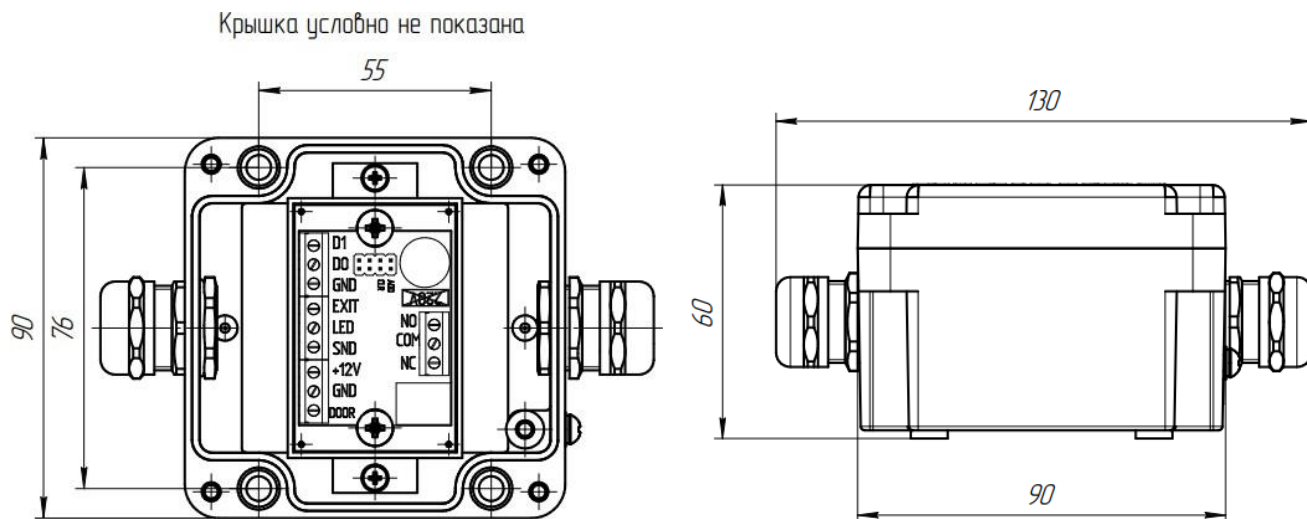

Рис.3. Габаритные и установочные размеры.
В комплект поставки контроллера входит переключатель, который используется для программирования контроллера (всего пять положений) (см. рис.3).
6.3 Габаритные и установочные размеры считывателя показаны на рис.3
6.6.2 Разметьте и просверлите отверстия для крепления корпуса контроллера (рис. 3).